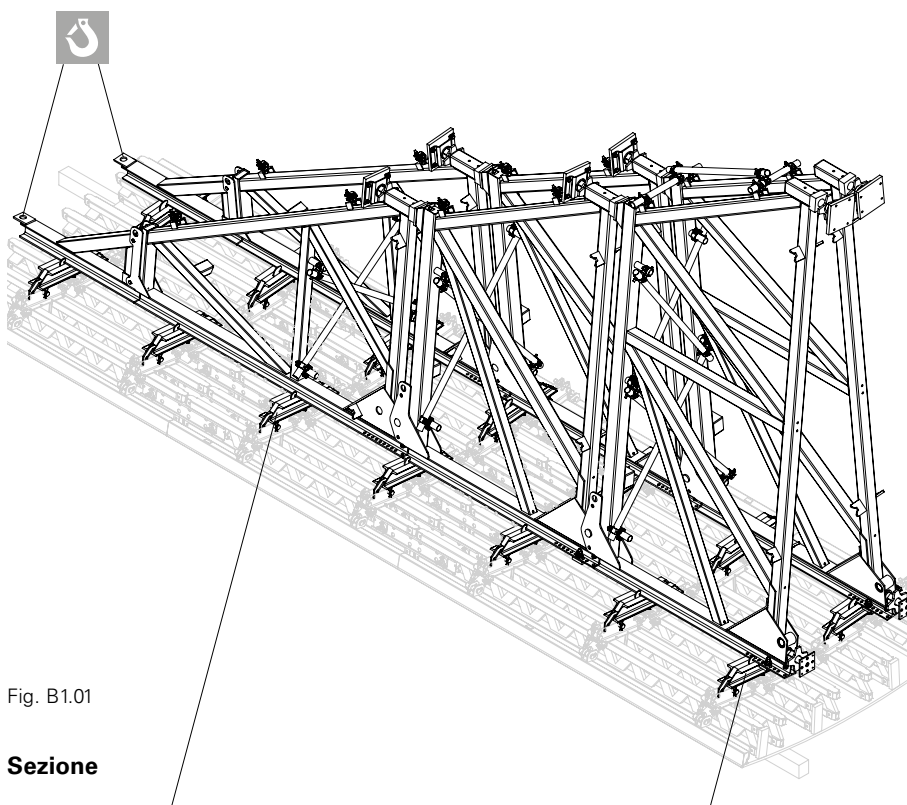

Fig. B1.01
8. Sollevare l'unità, trasportarla sul luogo di utilizzo, stabilizzare e ancorare. (Fig. B1.01)